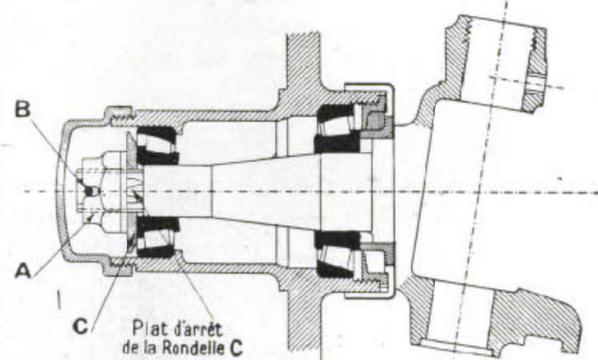

Fig. 16.
Le moyeu et ses roulements étant remis à leur place sur la fusée, serrer avec précaution l'écrou (A) (Fig. 16) jusqu'à ce qu'en tournant la roue à la main on éprouve une légère résistance. Dévisser alors cet écrou (A) de la quantité minimum nécessaire pour introduire la goupille fendue (B), à la fois dans un créneau de l'écrou et dans un des trous percés à l'extrémité de la partie filetée de la fusée.